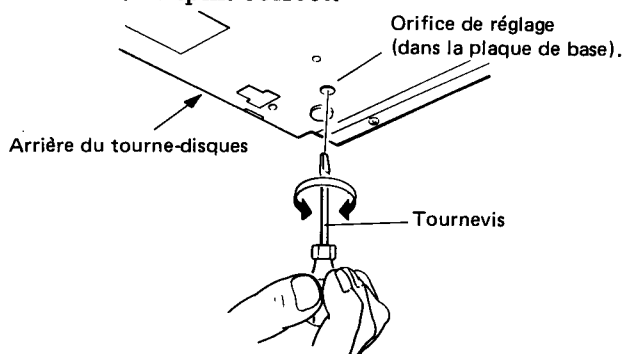

Fig. 9-1 Réglage de l'emplacement d'abaissement de l'aiguille
3. Selon la direction et le degré de déplacement, régler la vis de réglage avec un petit tournevis comme il est indiqué Fig. 9-1.